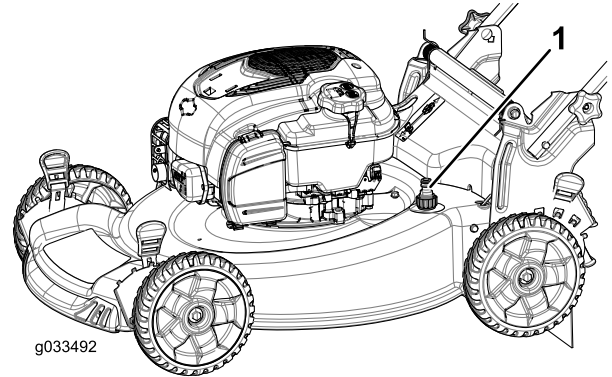

Figura 38
5. Conecte una manguera de jardín que esté conectada a un grifo al orificio de lavado (Figura 38).